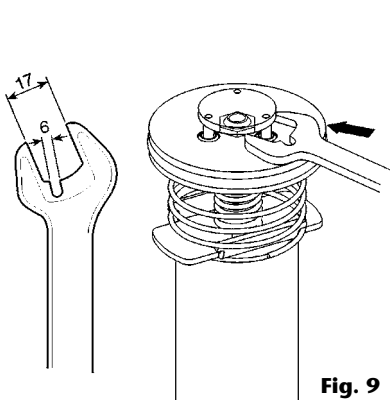

Fig. 9
2. Die obere Feder (3) und die Federhalterung (4) innerhalb des Deckels überprüfen. Falls beschädigt, ersetzen.
3. Die untere Feder (20) und den Dämpfer (19) entfernen und Legscheiben (18) den Umkehrschalter soweit herausziehen, bis die Öffnung im Pumpkolben (10) auf der Höhe des entfernten Schalldämpfers sichtbar wird. Eine 8mm-Stahlstange in dieses Loch einführen, um den Kolben zu blockieren.
4. Mit einem vorbereiteten 17mm-Schraubenschlüssel (Bild 9), wird der Umkehrschalter (5) abgeschraubt.